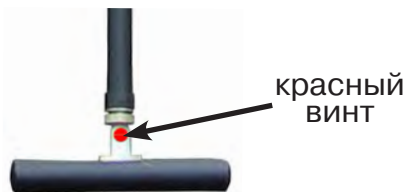

Рис. 5.4
По направлению «стрелки» можно отличить «свой» сигнал от «чужого», поскольку направление тока в «своей» коммуникации противоположно «перенаведенным» токам, протекающим по «чужим» коммуникациям. Направление сигнала - вперед (↑) является условным понятием и «назначается» оператором для данного положения датчика относительно данной трассы, которое фиксируется оператором по метке в виде красного винта (рис. 5.4), расположенной на одной из сторон датчика ЭМД-247.
4. «Назначение» производится нажатием кнопки **f** при расположении датчика точно над «выделенной» коммуникацией, считающейся «своей». После этого указатель направления сигнала приобретает вид - (↓). При переходе на «чужую» коммуникацию с другим «направлением сигнала» (или при изменении положения датчика на «обратное») раздастся звук и стрелка покажет «направление сигнала - назад» (↙) (рис. 5.4)